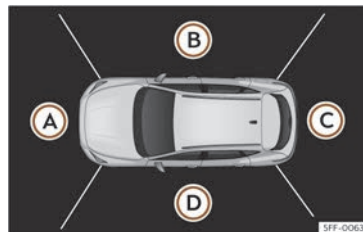

Fig. 189 Affichage du système de vision périphérique : perspective aérienne.
Boutons de fonction **fig. 189** :
La perspective aérienne est obtenue en combinant les images de toutes les caméras **»»» fig. 189**. Elle peut être sélectionnée en »
» fig. 189 (A) à (D) de la perspective aérienne ou de la perspective aérienne réduite en appuyant sur les zones correspondantes.